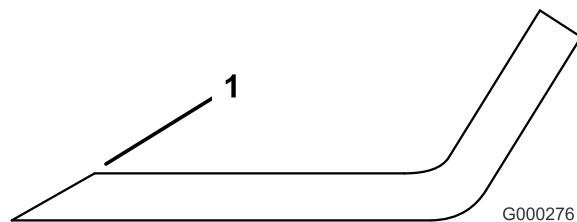

Figura 54
1. Affilate i taglienti da entrambe le estremità della lama con una lima (Figura 54). Rispettate l'angolazione originale. La lama conserva il proprio equilibrio soltanto se viene rimossa una quantità uguale di materiale da entrambi i taglienti.